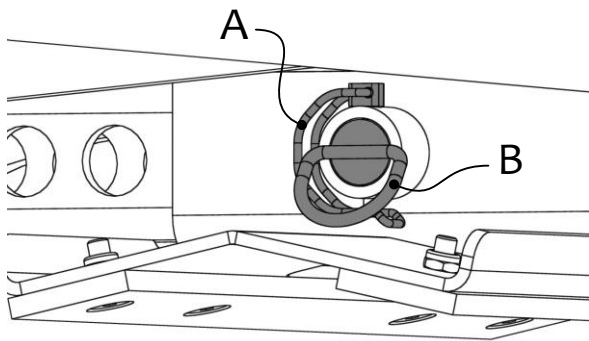
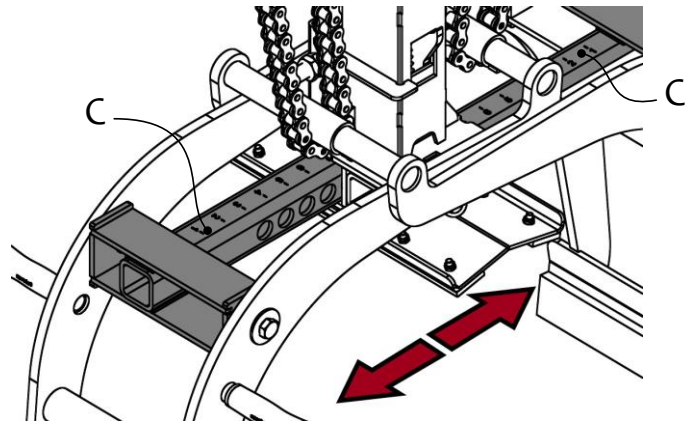

Abb. 2
Abb. 3
2. Den Rohrklappsplint (A) (siehe Abb. 2) am Unterteil entfernen
3. Den Steckbolzen (B) herausziehen
4. Die Seitenteile (C) (siehe Abb. 3) auf beiden Seiten verschieben, bis der Greifbereich für das zu greifende Greifgut (Betonrohr) eingestellt ist. (Abb. 3)
5. Den Steckbolzen (B) wieder einsetzen
6. Der Rohrklappsplint (A) wieder montieren